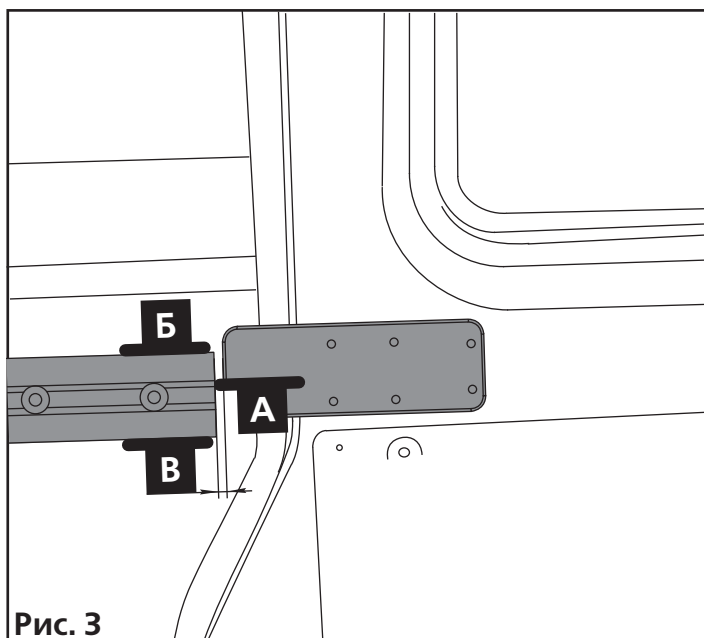

Рис. 3
На панели приборов в удобном для использования месте просверлите отверстие $\text{Ø}23$ мм для размещения кнопки управления. Удалите с кромок заусеницы и притупите острые кромки. Установите кнопку управления в отверстие, подсоединив её к колодке жгута проводов основного (рис. 3).
Приложите опору к стойке. Таким образом, чтобы плоскость рейки Б находилась выше плоскости опоры А примерно на 8-10 мм и зазор В между опорой и рейкой был в пределах 6-10 мм (рис. 3). С помощью маркера по опоре отметьте центры крепёжных отверстий.
Просверлите в передней части 2 отверстия $\varnothing 5$ мм и в этом месте установите упор-фиксатор (рис. 3).
3.5.3. Вставьте колодку красного провода жгута основного к свободной клемме блока предохранителей с задней стороны (рис. 3).
3.5.3. Выберите провод крупного сечения. Как правило, этот провод красного цвета. Убедитесь, что данный провод находится под постоянным напряжением +12В/25А. Зачистите участок провода, припаяйте к этому участку свободный конец провода жгута предохранителя, предварительно вынув из неё предохранитель 30А. Место спайки тщательно заизолируйте (рис. 3 и 4).
4.3.2. Установите защитную крышку ручки внутренней на указанное место и закрепите его в три отверстия $\varnothing 3$ мм и закрепите саморезом 4,2x16 из метизного пакета (рис. 3).